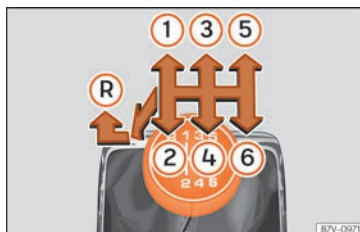

**Fig. 237** Esquema de un cambio manual de 6 marchas.
En la palanca de cambios se indican las posiciones de las marchas **» fig. 237**.
- Con la palanca de cambios en punto muerto, presiónela hacia abajo, muévela a la izquierda hasta el final y después hacia delante para seleccionar la marcha atrás **» fig. 237 (R)**.